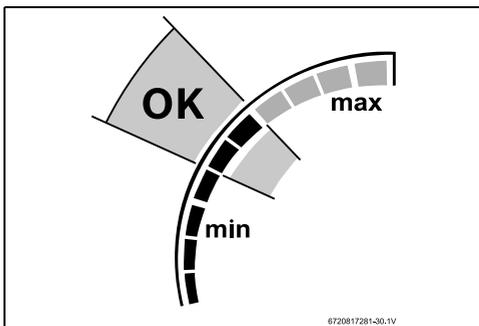

Fig. 48 Point central de la barre d'alimentation
- ▶ Vérifier si le niveau de la barre d'alimentation est au point central, voir fig. 48.
- ▶ Vérifier si la puissance par niveau est au point central, voir fig. 48.